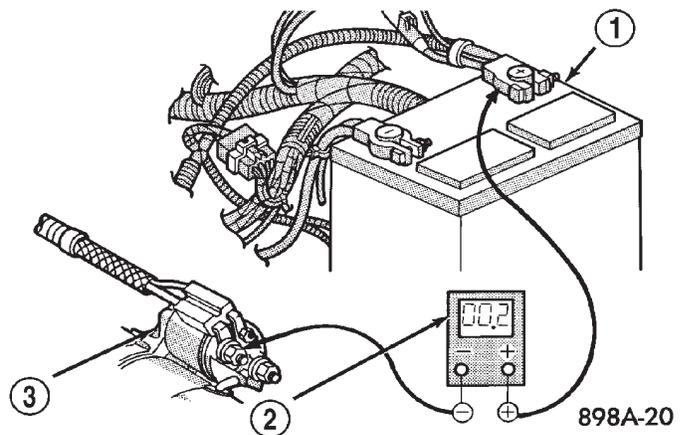

Abb. 17 Widerstand im Batterie-Pluskabel (+) überprüfen—Typisch
(3) Voltmeter zwischen der Polklemme des Batterie-Pluskabels (+) und dem B(+)-Stehbolzen des Anlaßmagnetschalters anschließen (Abb. 17). Zündschalter in Stellung "START" bringen und in dieser Stellung halten. Voltmeteranzeige beobachten. Wird eine Spannung von über 0,2 V angezeigt, die Anschlußöse des Batterie-Minuskabels (-) am Motorblock reinigen. Prüfung wiederholen. Liegt die angezeigte Spannung